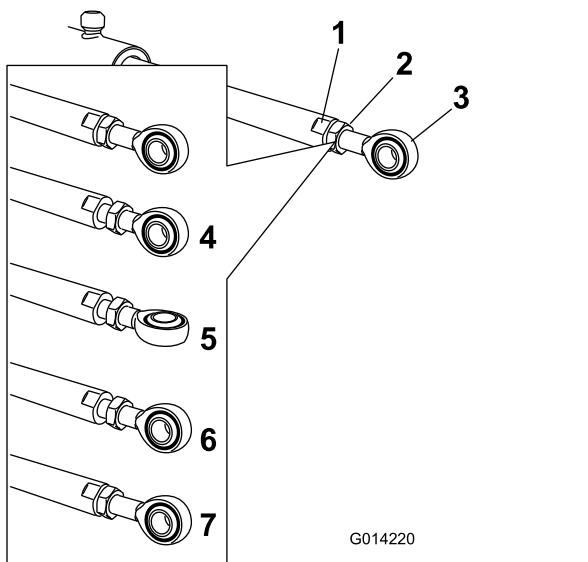

Figura 110
5. Utilize uma chave nos lados planos do acionador para imobilizar e, em seguida, desaperte a porca para permitir que a barra do olhal seja ajustada (Figura 110).
6. Rode a barra do olhal na barra do olhal para diminuir ou aumentar o acionador estendido para a posição desejada (Figura 110).